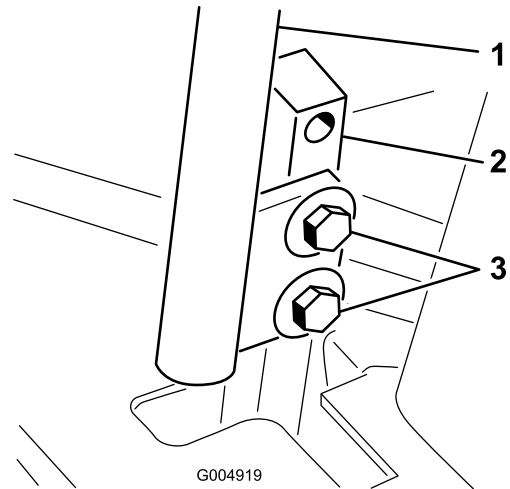

Figura 58
3. Allentate i bulloni di fissaggio delle leve di controllo (Figura 58).